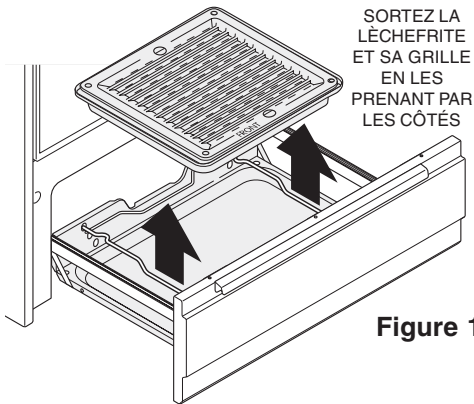

Figure 1
2. Enlevez la lèchefrite et sa grille. (Voir figure 1).
6. Placez la lèchefrite sur la grille. Assurez-vous que la lèchefrite et sa grille sont placées comme il est indiqué sur la figure 1 et que le bord avant de la lèchefrite est positionné correctement sur la grille.